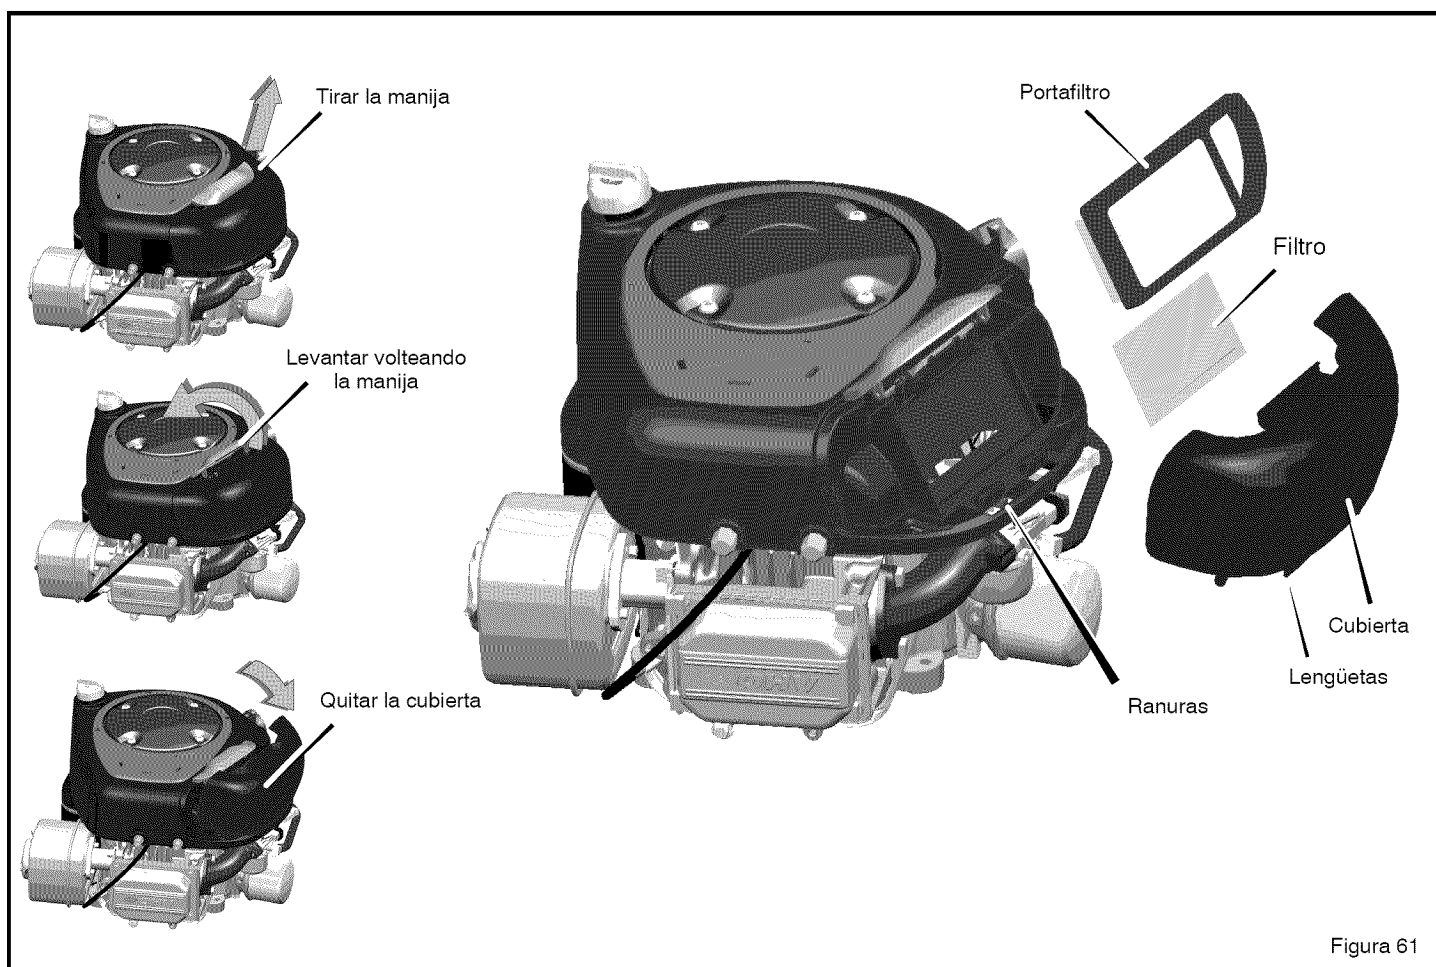

Figura 61
1. Tire de la **manija** para la cubierta del filtro de aire. Levante volteando la **manija** hacia el motor (Figura 61).